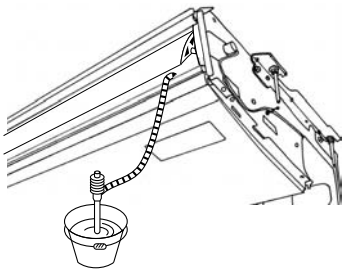

Fig. 5-3
2. 将随机组提供的管套盖 ⑥ 紧固到连接管套 ⑤ 上。
3. 使用氯乙烯粘合剂将室外排水管 (VP-20) 附加在连接管套 ⑤ 上。
4. 包裹随机组提供的排水管盖 ⑦。(用带子缠绕缝处)
- Ⓒ 管套盖 ⑥
- Ⓓ 连接管套 ⑤
- Ⓔ 排水管盖 ⑦
5. 检查是否正确排水。(Fig. 5-3)